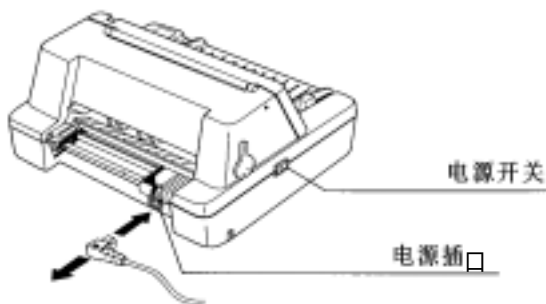

图 2-5 连接电源线到打印机
- 检查电源开关（位于“O”位置）在关闭状态，才能将电源线插入电源插座（如图 2-5）。